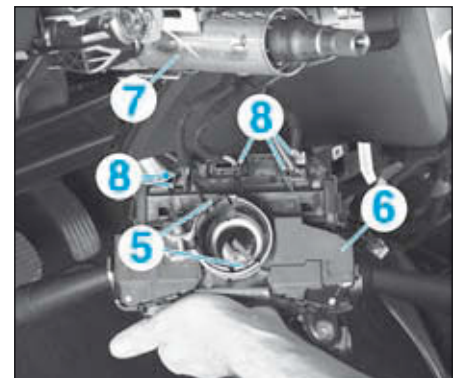

FIG.6
- Dégrafer les pattes de verrouillage (5) et libérer le module des commandes sous le volant (6) de la colonne de direction (7) (Fig.6).